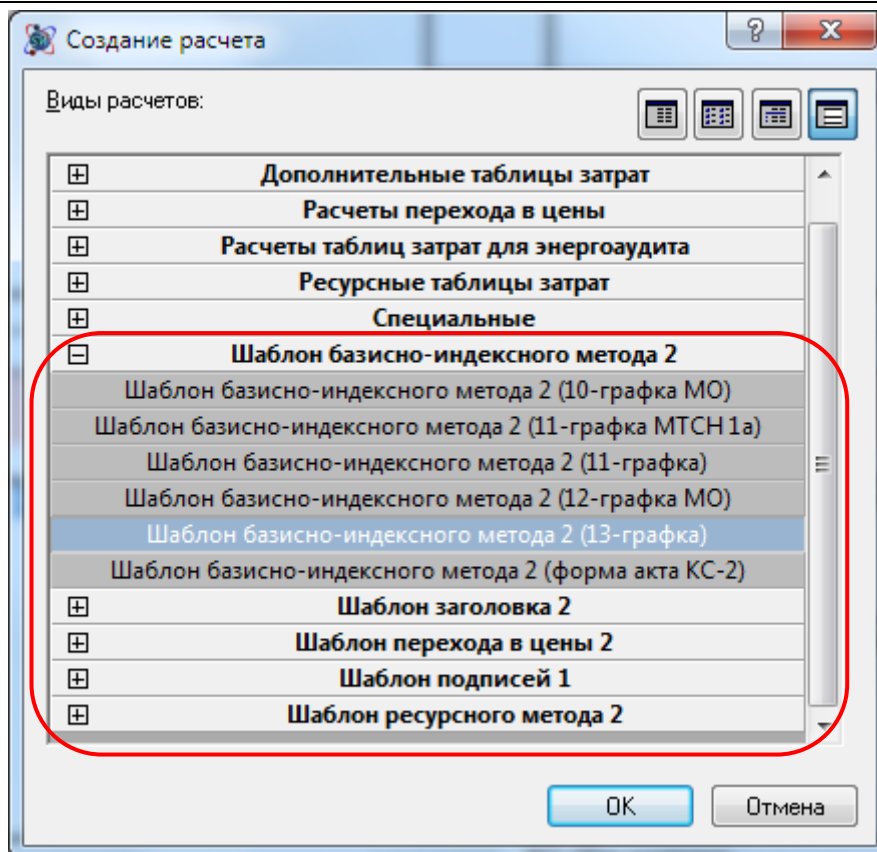

Рис. 6.28 Расчеты по шаблону
2. В диалоговом окне *Создание расчета* выбрать расчет из группы *Шаблон* (рис. 6.28) и нажать на кнопку **ОК**.